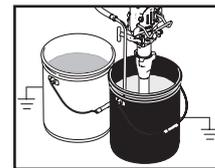

Fig. 16
10. Așezați pompa într-o găleată metalică împământată, parțial umplută cu lichid de spălare. Atașați cablul de împământare la găleată și la pământul adevărat. Efectuați pașii 1-5 de la "Pornirea" pentru a spăla uleiul de depozitare expedit în pulverizator. Folosiți apă pentru a spăla vopseaua pe bază de apă și alcool mineral pentru a spăla vopseaua pe bază de ulei și uleiul de depozitare. (Fig. 16)